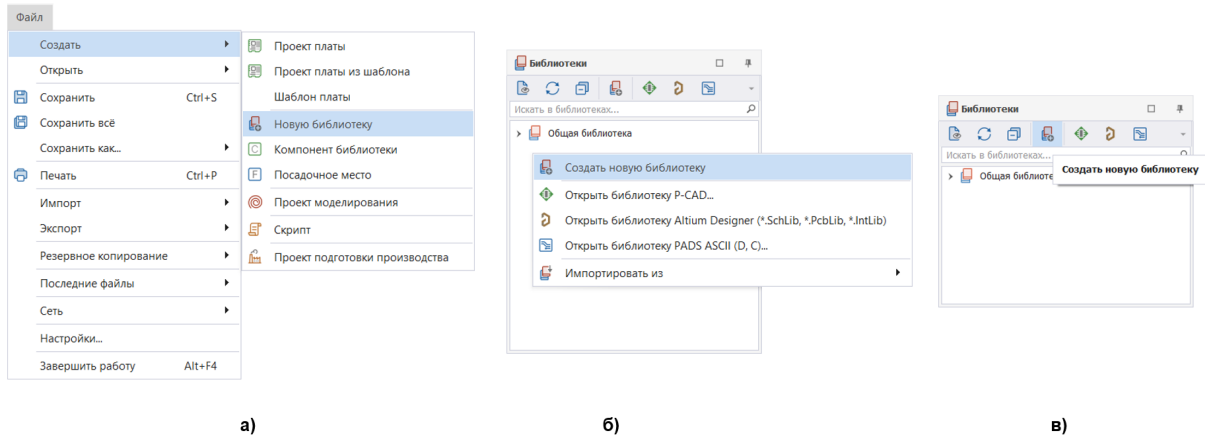

Рис. 3 Создание библиотеки
2. Выполнить любым из способов команду «Создать новую библиотеку», см. Рис. 3:
Библиотеку можно сразу же переименовать или сделать это в дальнейшем, см. правую часть Рис. 3.